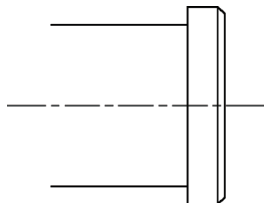

图 3-82 绘制主体
1) 将当前图层设置为“轮廓线”层，单击“绘图”工具栏中的“直线”按钮，绘制零件主体部分，如图 3-82 所示。